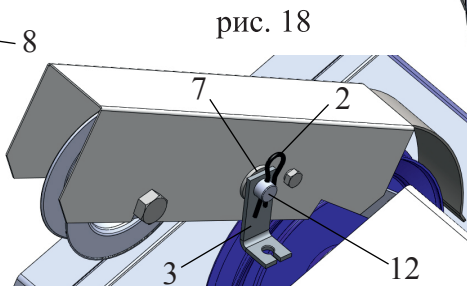

рис. 18
5.6 Установить на ось (12): шайбу (7), упор троса (3), вставить шплинт (2) (рис.18.).